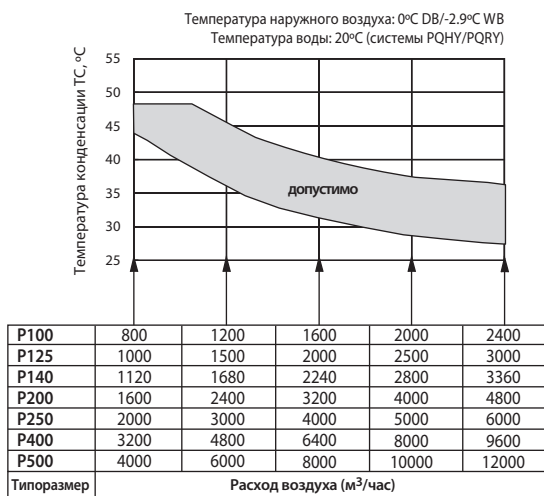

Рис. 1. Определение допустимых значений температуры конденсации
| Нагрев   | температура конденсации                                      | Tс определяется в соответствии с рис. 1                 |             |              |             |              |             |              |  |
Для определения производительности фреонового теплообменника приточной установки в режиме нагрева воздуха выберите температуру конденсации из допустимого диапазона согласно рис. 1. Если приточная установка оснащена рекуператором, то выберите значение температуры конденсации 48°C.
1. Если расход воздуха меньше указанного в таблице на рис. 1, то следует выбрать значение температуры конденсации 48°C.